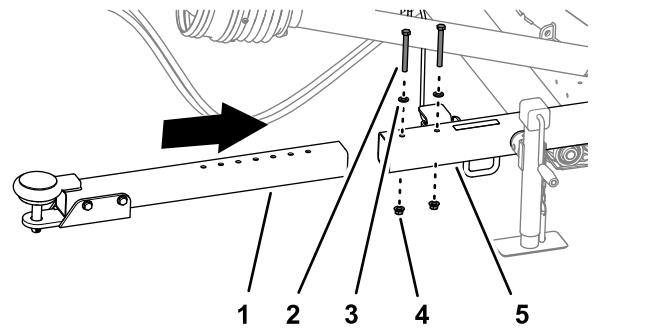

Bild 6
1. Entfernen Sie die beiden Sicherungsbundmuttern, zwei Kopfschrauben und zwei Unterlegscheiben, mit der das Anbauvorrichtungsrohr am Aufnahmerohr befestigt ist (Bild 6).